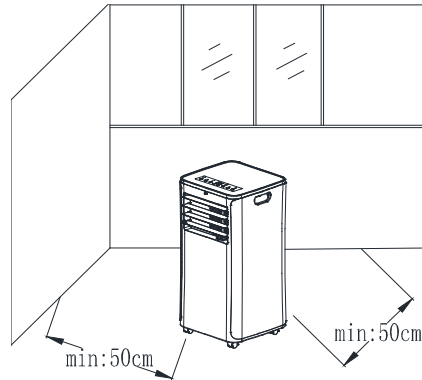

Fig. 4
- 1) Desloque a máquina com o tubo de calor instalado e os acessórios antes da janela, ea distância entre o corpo e as paredes ou outros objectos deve ser de pelo menos 50 cm (como mostrado na Fig.4).